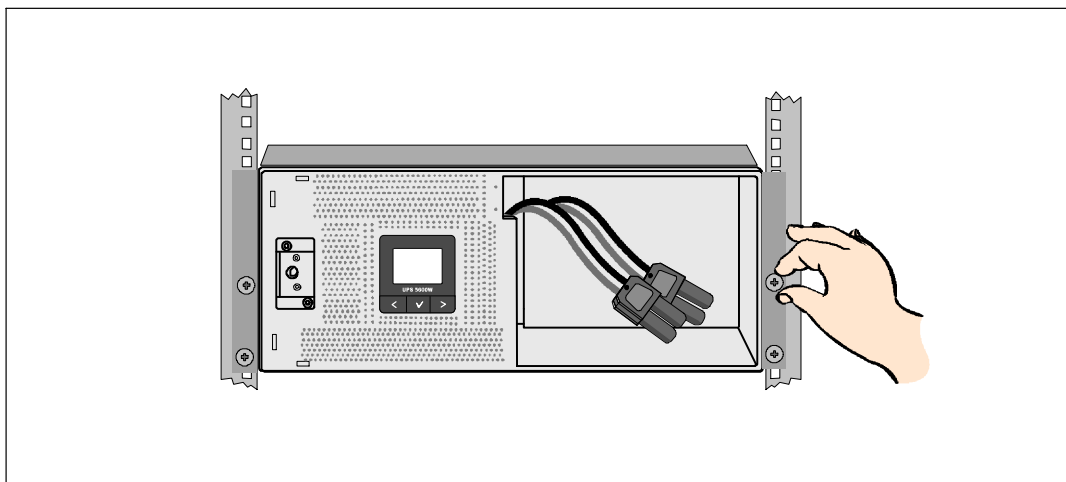

図 11. キャビネットの固定方法
- 7 マウンティングブラケットにある4つの蝶ネジを使って、キャビネットの前方をラックに固定します (図 11を参照)。手で強く締めてください。電動工具は使用しないでください。その他のキャビネットも同じ方法で固定します。